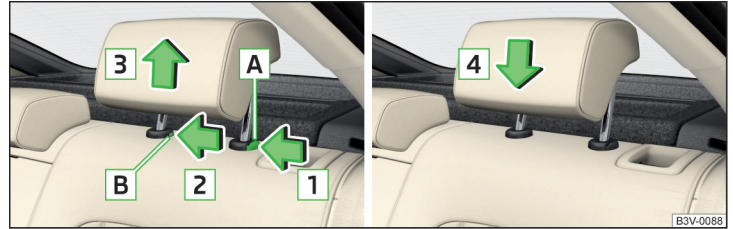

Abb. 84 Kopfstütze hinten: aus-/einbauen
- Die Sicherungstaste **A** in Pfeilrichtung **1** » Abb. 84 drücken, gleichzeitig mit einem Schlitzschraubendreher mit einer Breite von max. 5 mm die Sicherungstaste in der Öffnung **B** in Pfeilrichtung **2** drücken.